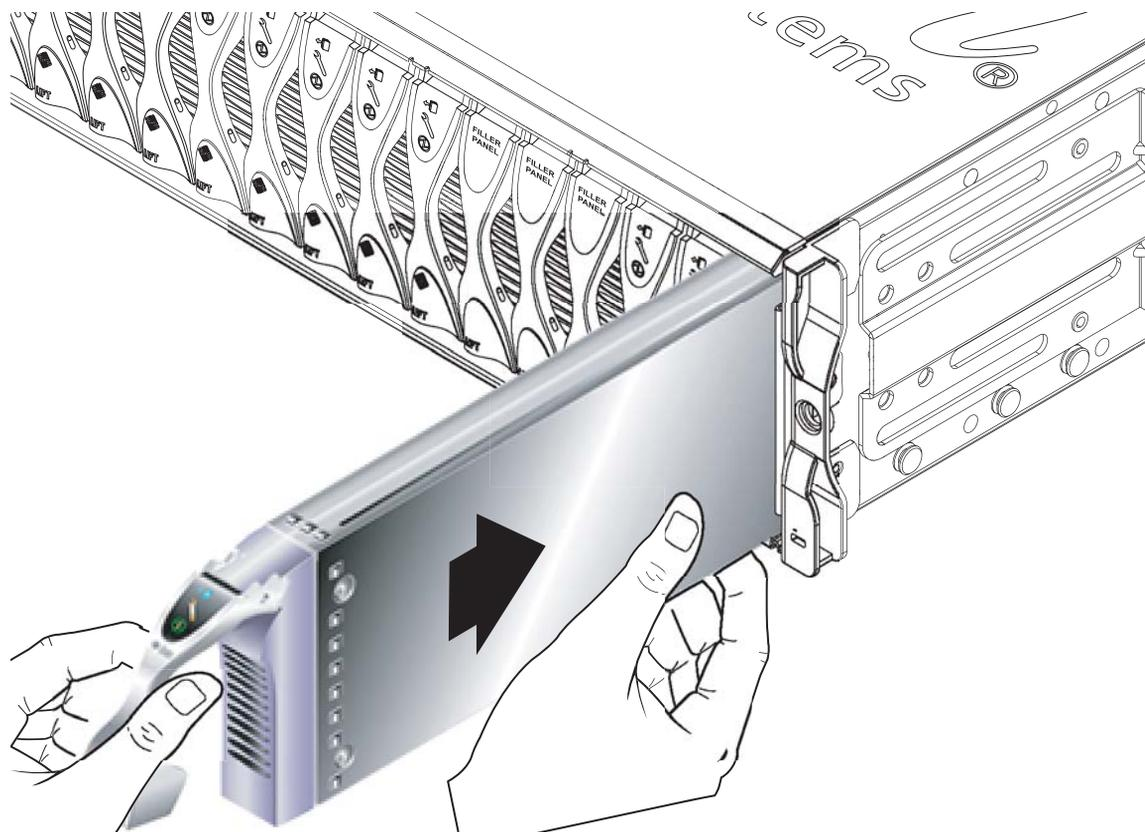

FIGURE 12-5 Aligned et insertion du serveur Blade
Vérifiez que le connecteur du serveur Blade fait face au châssis, le point d'articulation du mécanisme de levier orienté vers le haut. Tenez la partie inférieure du serveur Blade avec votre main libre tout en insérant le serveur dans le châssis (FIGURE 12-5).
4. Insérez le serveur Blade dans l'emplacement du châssis choisi (FIGURE 12-5).